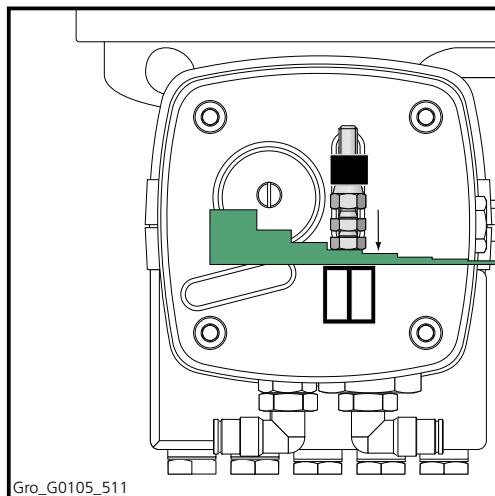

Fig 5.12 Impostazione del numero di attivazioni dei freni
4. Impostare il numero di attivazioni dei freni utilizzando lo spessimetro e 2 chiavi fisse doppie (da 10 mm) (Fig 5.12).